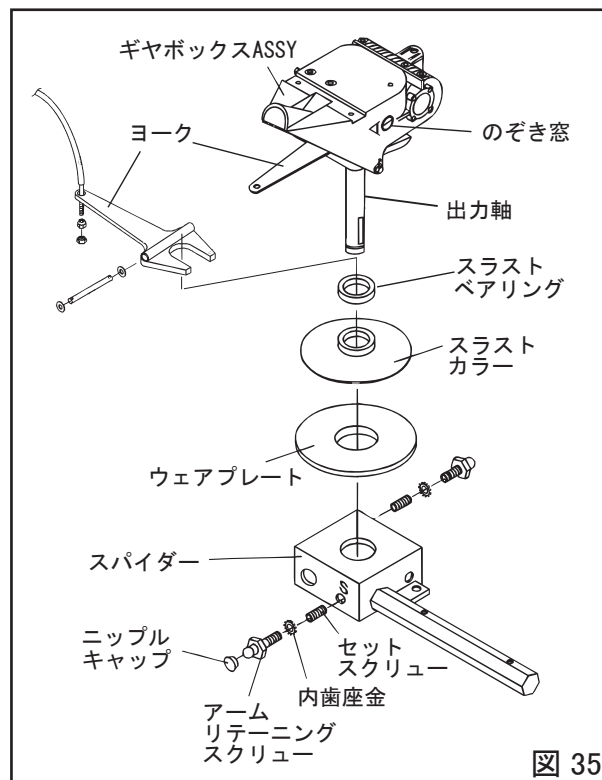

図 35
1. 機体各部のネジの緩み、油漏れ、V-ベルト、レバーおよびケーブルの作動を点検する。(図35)
(1) ブレードの摩耗を点検する (図35)